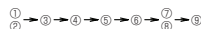

Fig. 4-1
- Prima di mettere in funzione l'unità, assicurarsi di scoprire il LATO SUP INVOLUCRO COMP e il LATO ANT INVOLUCRO COMP e rimuovere i componenti fissi del COMP (Fig. 4-1).